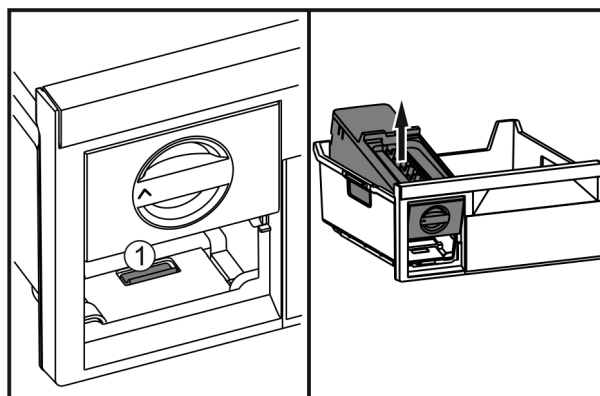

Fig. 73
- ▶ Appuyer sur la languette Fig. 73 (1), soulever l'EasyTwist-Ice depuis l'arrière et le faire sortir du tiroir de congélation.